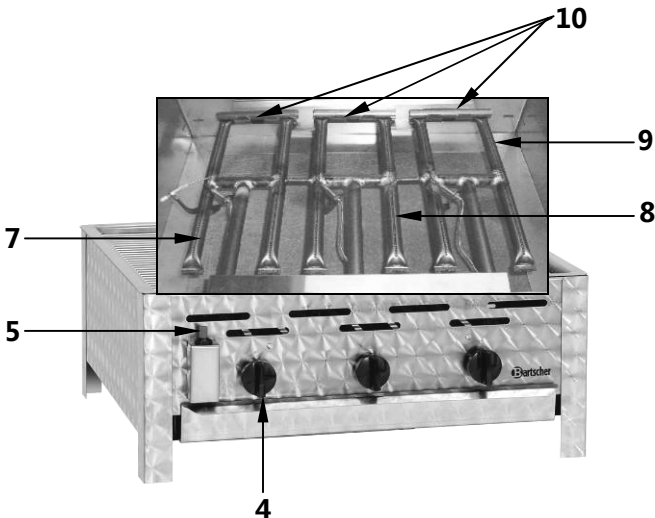

Abb. 3
- Die Klemmrohre (**10**, Abb. 3) zum Austausch der Brennerrohre entfernen und nach Montage der neuen Brennerrohre wieder befestigen.